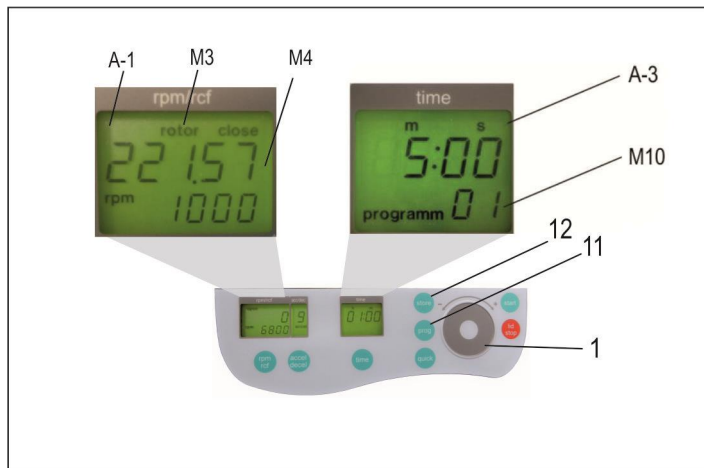

Abbildung 15
Setzen Sie den Rotor in die Zentrifuge ein. Durch Drücken der Taste „prog“ (11) erscheint im Anzeigefeld „time“ (A-3) der Schriftzug „programm“ (siehe Abbildung 15). Mit dem Einstellfeld (1) können Sie die gewünschte Programmnummer auswählen.